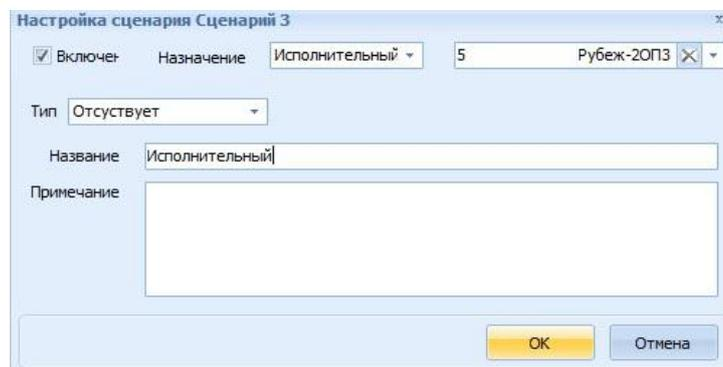

Рисунок 8.24 Окно «Настройка сценария» Сценарий №3
3) **Сценарий № 3 «Исполнительный»** на приборе Рубеж-2ОПЗ, который запускает модуль релейный РМ-1 (1.7) (Рисунок 8.24).